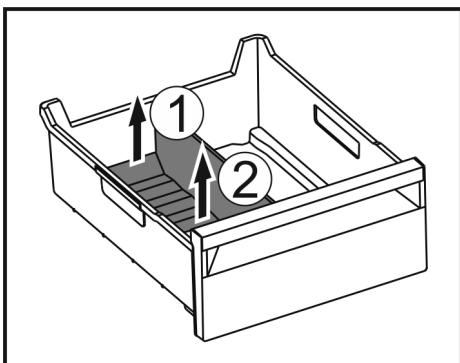

Fig. 184
- ▶ Hinteren Teil des Eisfach-Trenners anheben. Fig. 184 (1)
- ▶ Eisfach-Trenner nach oben entnehmen. Fig. 184 (2)